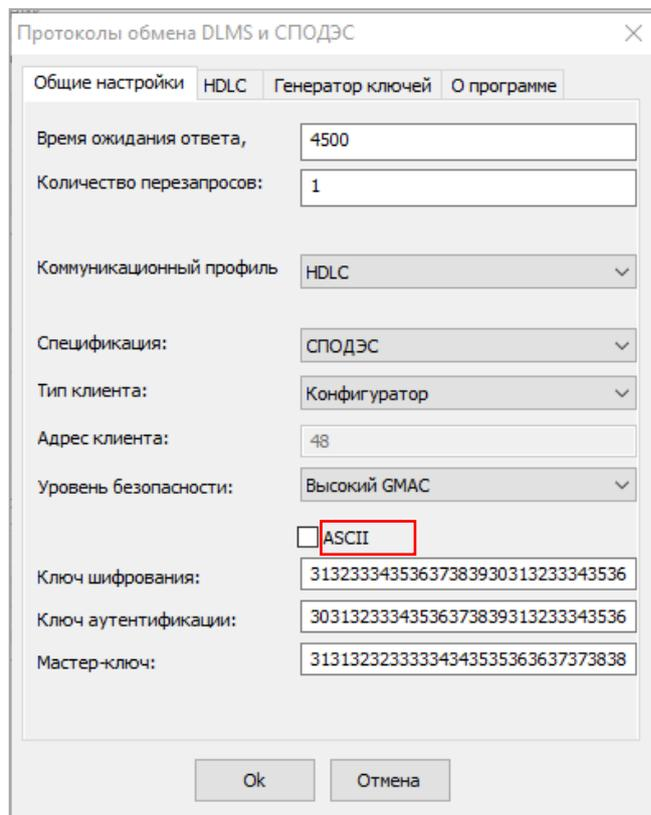

Рисунок 39 - Ввод ключей в виде 8 битных кодов.
- в виде восьмибитных кодов (галочка ASCII выключена) (см. рисунок 39).